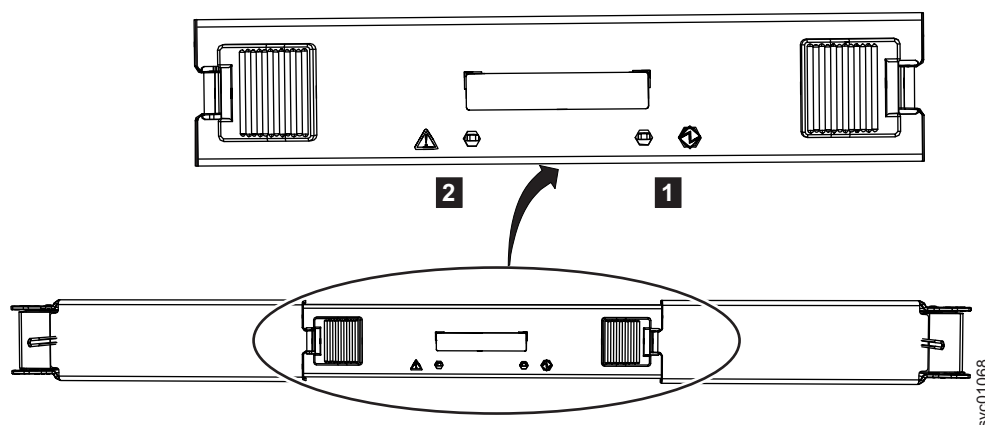

Figura 87. LED de un módulo expensor secundario
2. Identifique el módulo expensor secundario que se va a sustituir; la Figura 87 muestra los LED encima de un módulo expensor secundario.